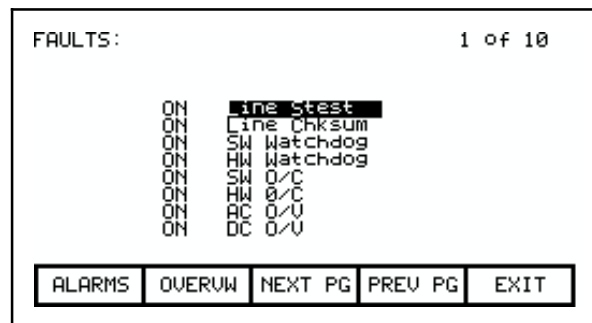

图 3.56 - AC O/V 屏蔽“开”
对故障屏蔽的更改只有在按 [F10] 键退出该屏幕后才会生效，例如，退出“故障概述” (FAULTS OVERVIEW) 将更改变频器中的屏蔽，这一点与退出“故障设置” (FAULTS SETUP) 屏幕一样。在我们的示例中，退出“故障概述” (FAULTS OVERVIEW) 屏幕并返回到“故障设置” (FAULTS SETUP) 屏幕会立刻将“AC O/V”屏蔽显示为“开” (ON)(图 3.56)。